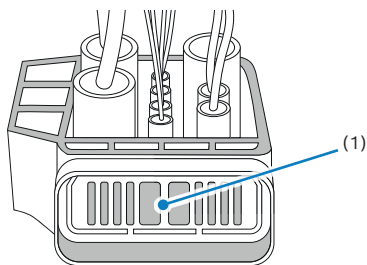

Imagen 3
15. Suelte y desconecte el conector macho X26 del mazo de cables (Imagen 3)
- retire el cierre de bloqueo (1)